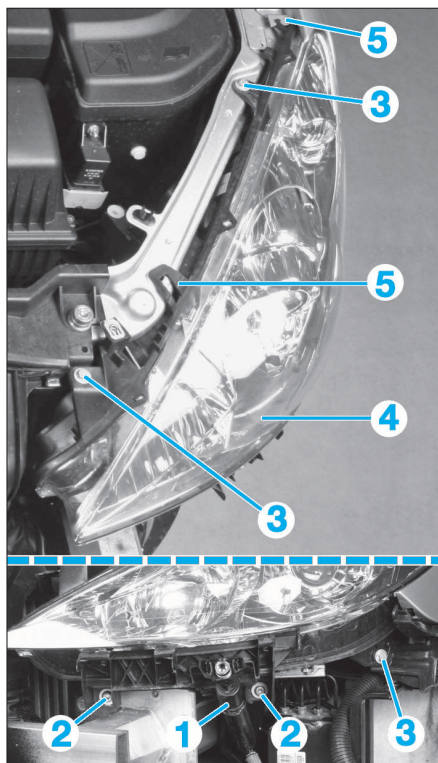

FIG. 7
- Déclipper du projecteur le vérin (1) de lave-projecteur (suivant équipement) (Fig.7).